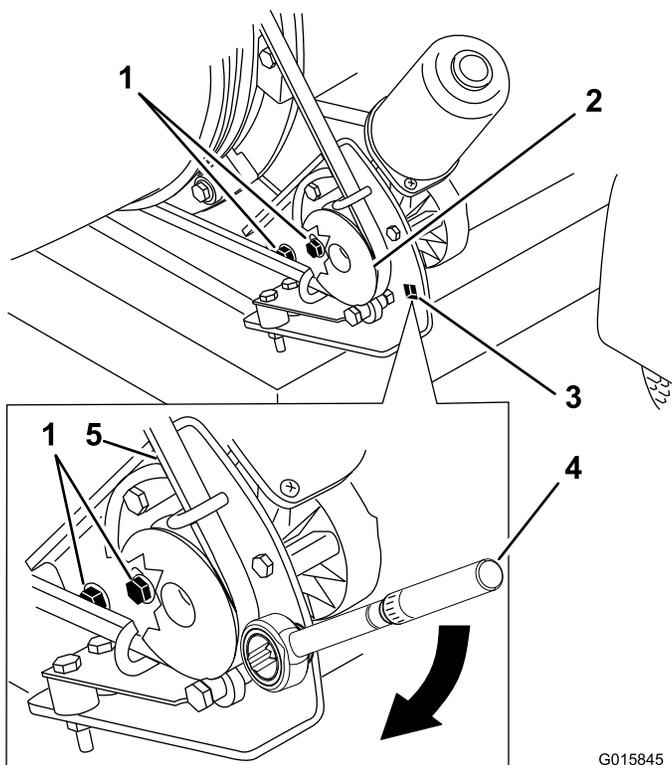

Figure 32
1. Desserrez les boulons qui fixent le support de la poulie au cadre du souffleur (Figure 32).
2. Placez une clé dynamométrique dans le support de poulie (Figure 32).
3. Faites pivoter le support de poulie pour l'éloigner de l'embout jusqu'à ce que la clé dynamométrique indique 22,6 à 26 N·m (Figure 32).